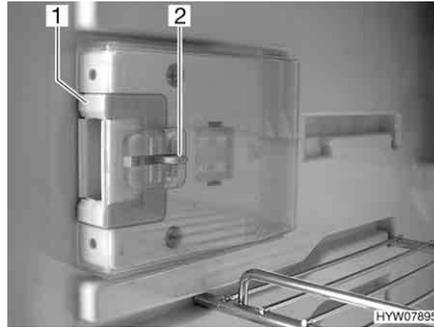
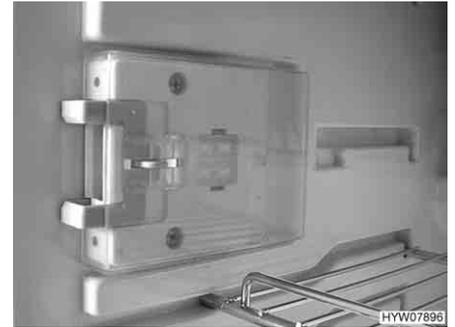

Fig. 126 Dispositivo di chiusura in posizione normale
Fig. 127 Dispositivo di chiusura in posizione di ricircolo d'aria
- Premere il dispositivo di sblocco (Fig. 126,2).
- Spingere il dispositivo di chiusura (Fig. 126,1) in avanti (Fig. 127).